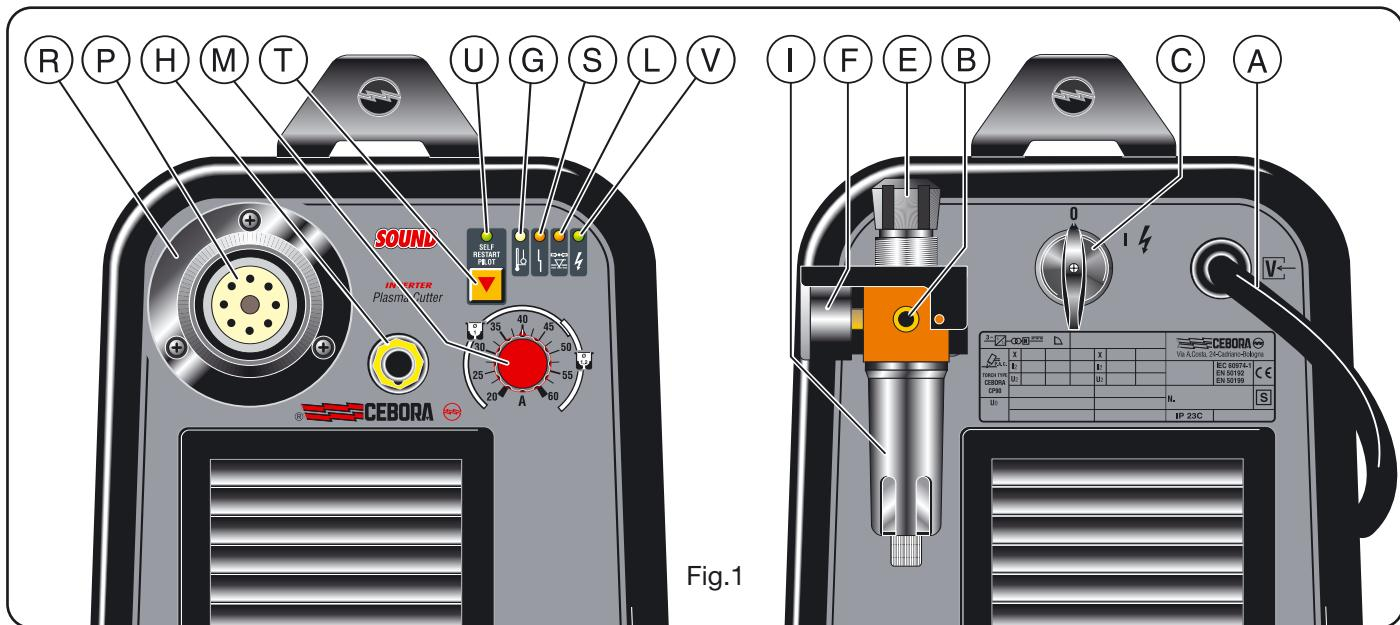

Fig.1
### 2.1 MONTAGGIO TORCIA (Fig. 1)
- 1) Per evitare sovraccarichi. E' evidenziata dall'accensione continua del led **G** (vedi fig.1).
- Posta sull'alimentazione della torcia per evitare che la pressione aria sia insufficiente. E' evidenziata dall'accensione del led **L** (vedi fig.1).